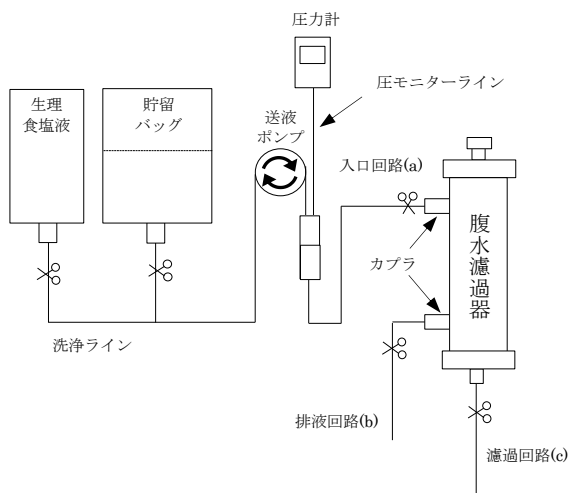

図 2 陽圧ポンプ式外圧濾過法の回路図
- 1) 本品をホルダーに取り付ける。(以降の手順に従い、図 2 の通り接続する)